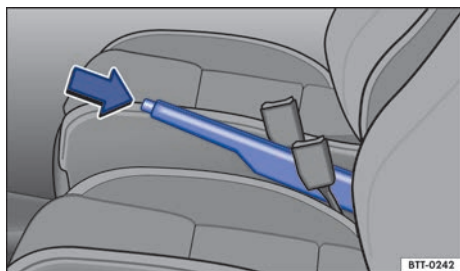

Fig. 139 Entre los asientos delanteros: freno de mano.
- Tire ligeramente de la palanca del freno de mano hacia arriba y presione el botón de bloqueo en el sentido de la flecha → fig. 139.